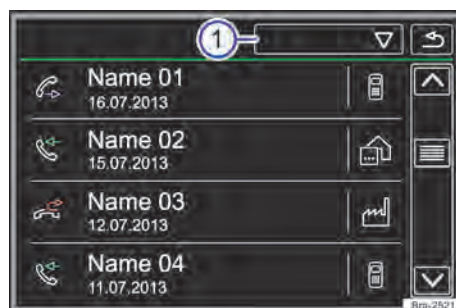

Fig. 142 Menu Chamadas (listas de chamadas).
Tocar na superfície de função  → Fig. 142 ①.